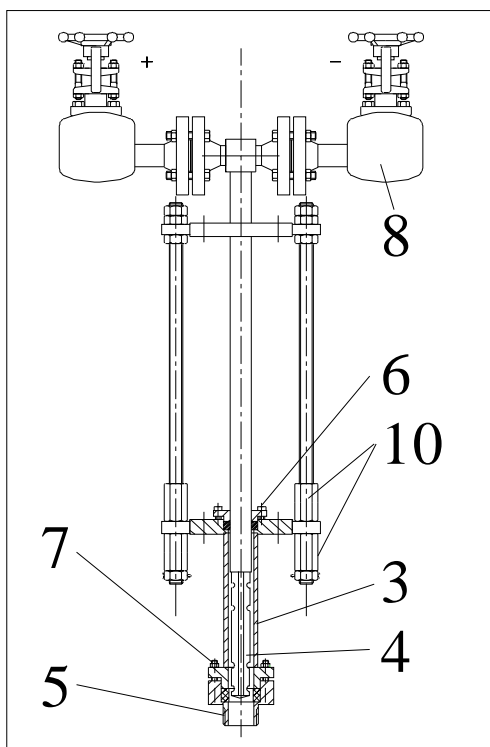

Abb. 11: Sensorprofil mit Schutzrohr
10. Stellen Sie sicher, daß das ITABAR-Sondenprofil {4} sich vollständig im Schutzrohr {3} befindet. Beachten Sie die Position der Gewindestangen (Abb.11)
11. Dichten Sie nun den Gewindestutzen {5} mit einem geeigneten Dichtungsmittel ein. (Abb.11)
14. Stellen Sie sicher, daß die Wirkdruck-Ventile {8} vollständig geschlossen sind (Abb.11).
4. Wenn die Sonde vollständig eingefahren ist, sollten die Gewindestangen mit den Muttern {10} in folgender Position befinden. (Abb.11 und 13).